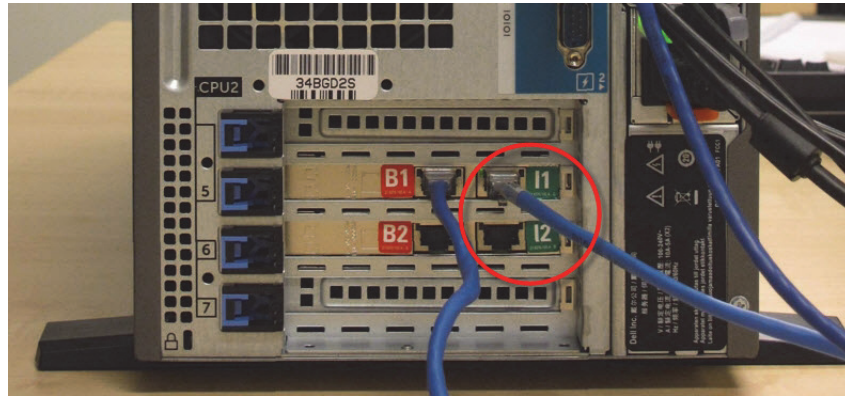

Abbildung 152: Geräteanschlüsse am Controller
3. Trennen Sie das Netzkabel des Geräts von dem mit **I1** oder **I2** bezeichneten Anschluss am Hauptcontroller und schließen Sie anschließend dieses Kabel an denselben Anschluss am zweiten Controller an. Siehe Abbildung 152.